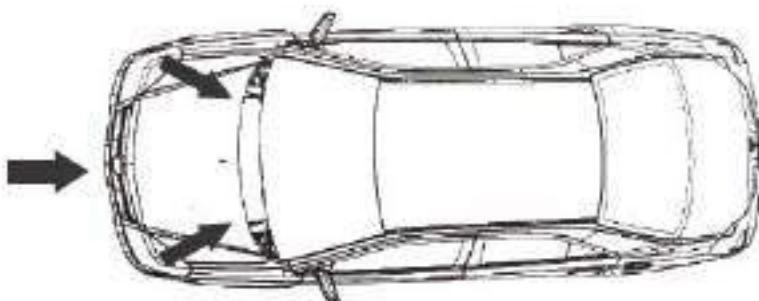

Рис. 613 Лобовое столкновение по центру
1. **Лобовое столкновение по центру** (Рис. 613)